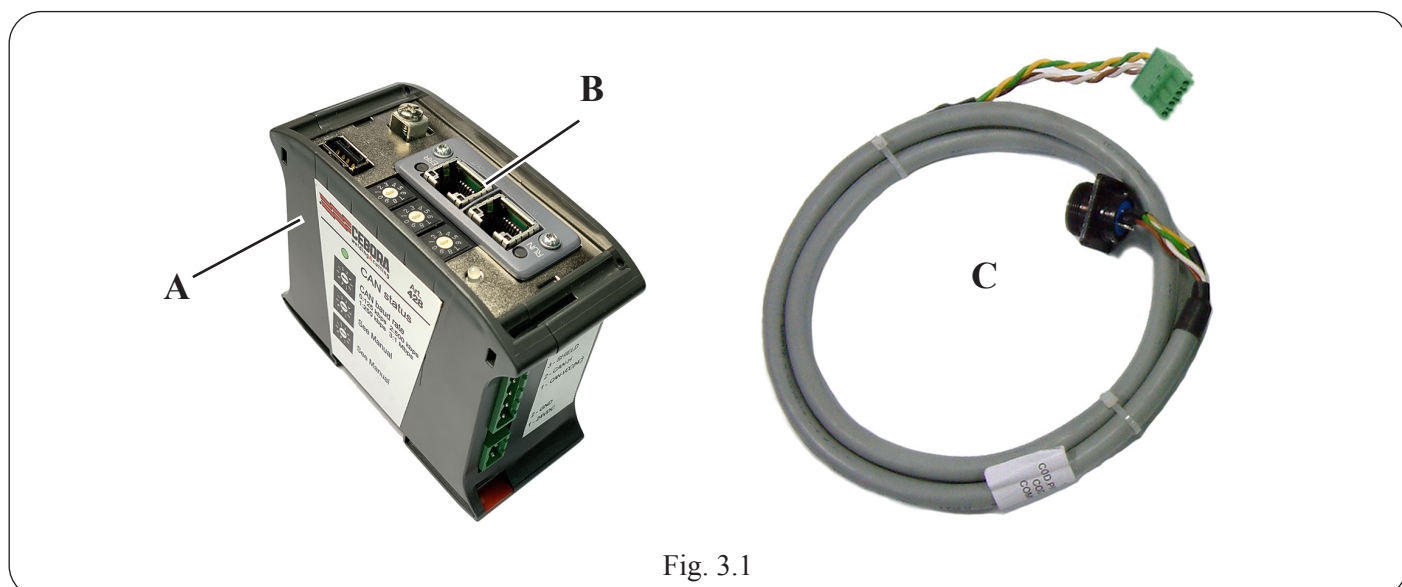

Fig. 3.1
L'interfaccia gateway art. 428 è composta dalla interfaccia di comunicazione (25)A, dal modulo Anybus B e dal cavo CANopen (4)C (Fig. 3.1).